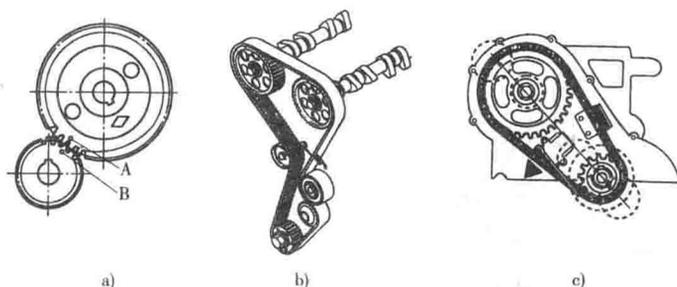

图2-4 凸轮轴传动方式
(9)观察打开的正时室,结合图 2-4 确认所拆发动机凸轮轴传动方式。转动凸轮轴正时齿轮,观察气门的开闭规律,确认发动机的做功顺序。观察气门室,确认气门是摇臂驱动还是摆臂驱动,确认气门间隙的调整方式。